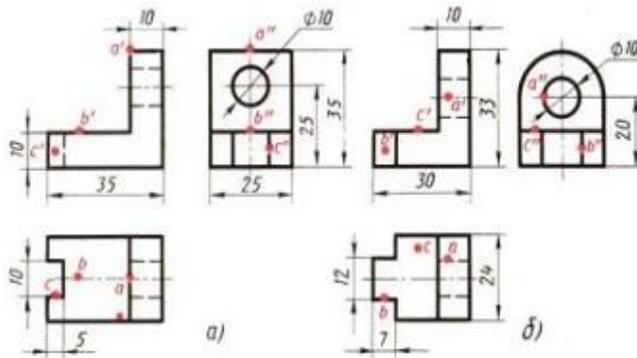

Рис. 98. Задания к графической работе № 4
1. а) По заданию учителя постройте аксонометрическую проекцию одной из деталей (рис. 98). На аксонометрической проекции нанесите изображения точек A , B и C ; обозначьте их.